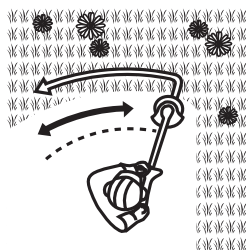

Fig. 18
6. Déplacez le produit lentement en créant un arc régulier de gauche à droite et ramenez-le à la position de départ avant de tailler la zone suivante (Fig. 18).